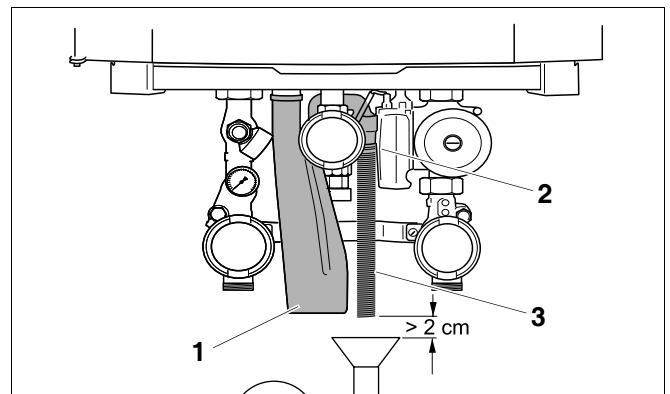

Bild 12 Montera brunnslangen
- Montera brunnslangen (bild 12, pos. 3) och gummi-manschetten (bild 12, pos. 2) på sifonen (bild 12, pos. 1).